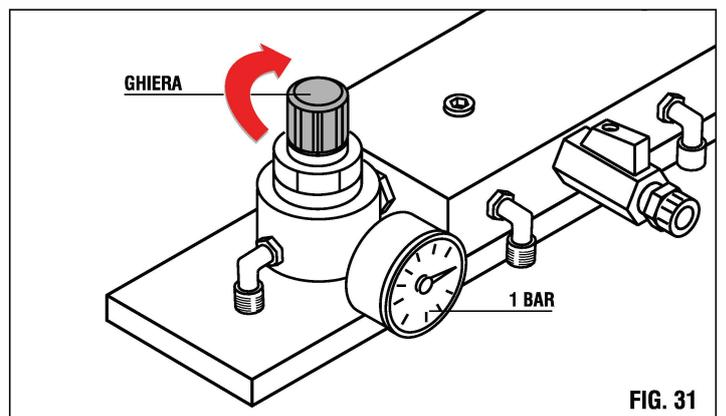

FIG. 31
- 5) Aprire il regolatore di pressione aria (pompa) ruotando la ghiera in senso orario fino ad ottenere una pressione pari ad 1 bar (fig.31).